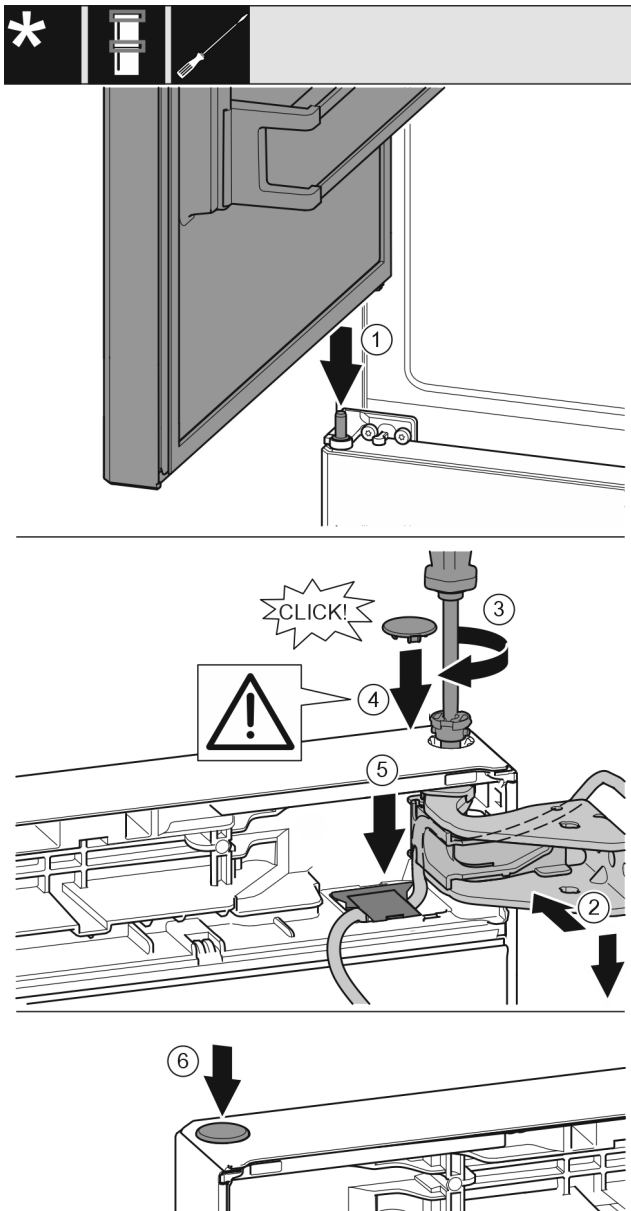

Fig. 44
- ▶ 冰箱上方门放置在中间轴承螺栓 Fig. 44 (1)上。
- ▶ 将门的上方对准托架中的开口。 Fig. 44 (2)
- ▶ 放入螺栓 Fig. 44 (3)并用螺丝刀拧紧。
- ▶ 安装冰箱门安全装置的安全盖 Fig. 44 (4): 放入安全盖并检查其是否在门上。此外将螺栓完全插入。
- ▶ 将盖板 Fig. 44 (5)安装并朝下按压, 直到其卡入到位。
- ▶ 放上堵头 Fig. 44 (6)。